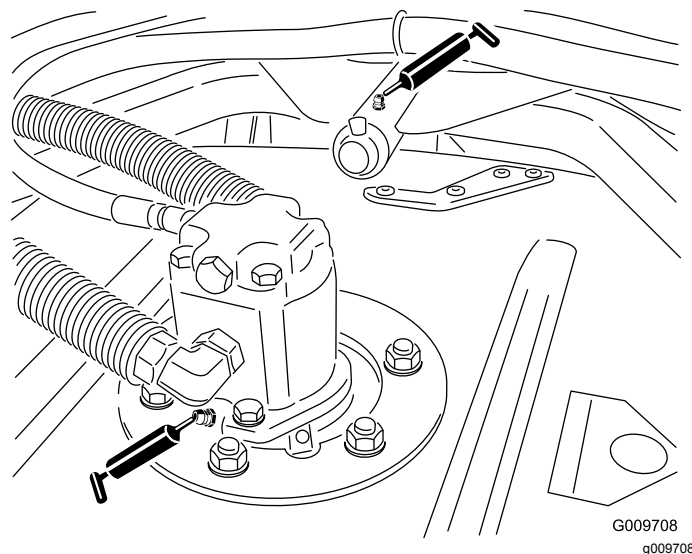

図 47
- カuttingユニットのスピンドルシャフトのベアリングユニット1台に1ヶ所 図 47。
- カuttingユニットのキャリアアームのブッシュユニット 1 台に 1 ヶ所 図 47。